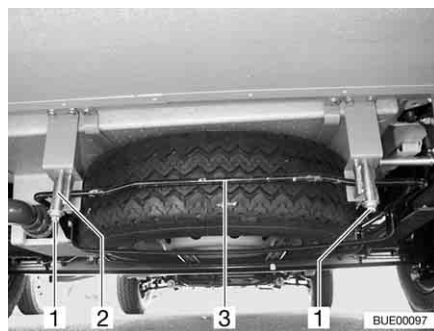

Bild 277 Ersatzrad-Halterung (Aufnahmekorb)
- Muttern (Bild 277, 1) am rechten und linken hinteren Haken (Bild 277, 2) der Ersatzrad-Halterung lösen.
- Bügel (Bild 277, 3) leicht nach oben drücken. Gleichzeitig Haken nach unten ziehen und Bügel aushängen.